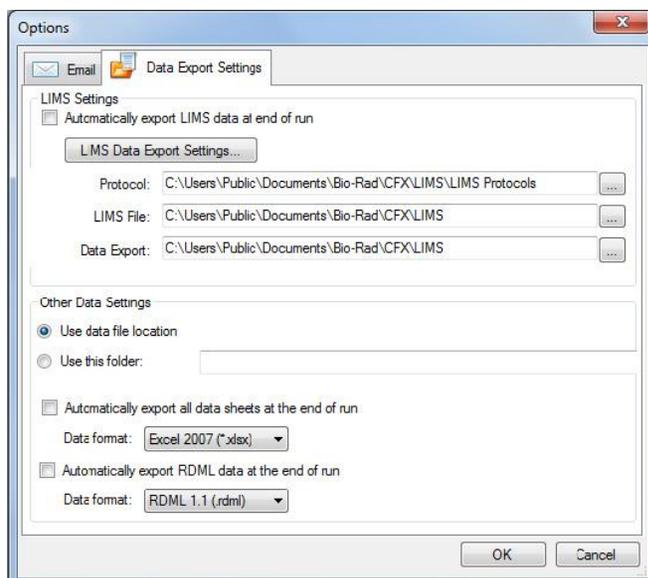

Рис. 100. Окно Options, отображающее закладку LIMS Settings
1. Выберите **Tools > Options (Инструменты > Опции)** в главном меню программного обеспечения, затем выберите закладку **LIMS** (Рис. 100) для определения местоположения папки, которая будет содержать протокол LIMS (*.prcl), файл LIMS (*.plm) и экспортированные данные.
2. По завершении анализа может быть автоматически сгенерирован файл для экспорта данных, в дополнение к файлу данных *.pcrd ПО CFX Manager . Выберите кнопку-флажок **Automatically Export Data after Run (Автоматически экспортировать данные по завершении эксперимента)** (Рис. 100) для автоматического экспорта данных по окончании анализа.
По завершении будет сгенерирован файл данных программного обеспечения CFX Manager (.pcrd) и сохранен в определенное местоположение в папку экспортированных данных (Рис. 100).